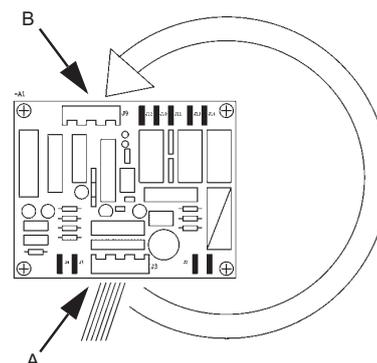

Рис. 6 Электронная печатная плата
2. Переустановить клемму шлейфа управления из первоначальной позиции, см. рис. 6, поз. А, во временную аварийную позицию, см. рис. 6, поз. В.